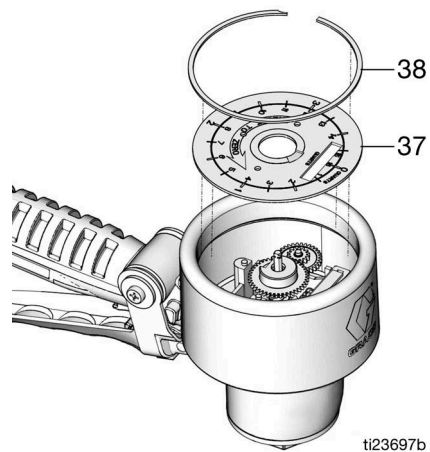

FIG. 17
5. Retire el clip de retención grande (38) y después el panel de la placa frontal (37) (FIG. 17).